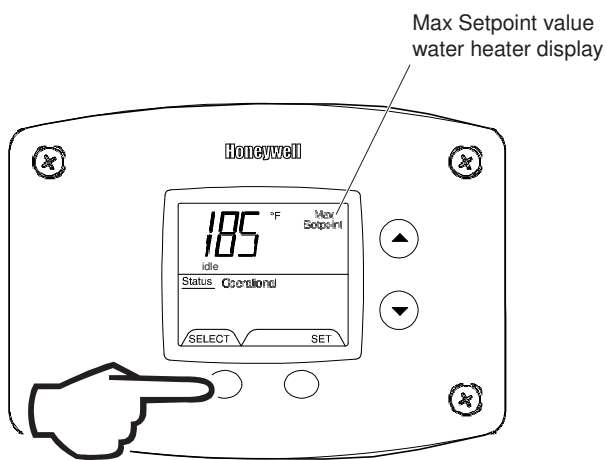

Fig. 29
1. Max Setpoint (Display/Change) (Fig. 29).